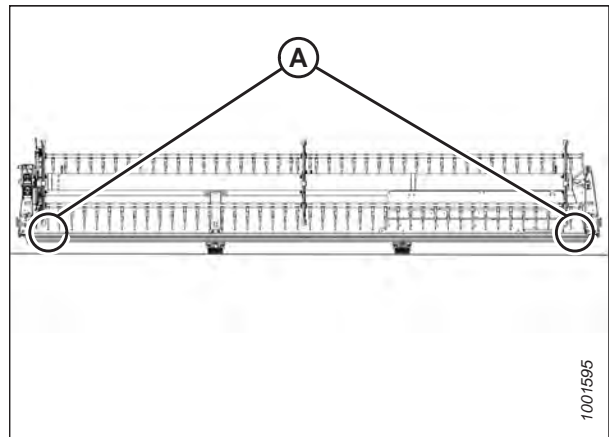

Figura 4.280: Ubicaciones de medición de FlexDraper®: molinete simple
- Plataformas de molinete simple: Figura 4.280, página 442